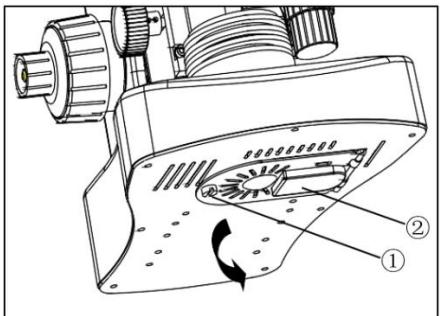

Fig.11
2.2.7 Instalar y sustituir la lámpara (Fig.11, 12, 13)